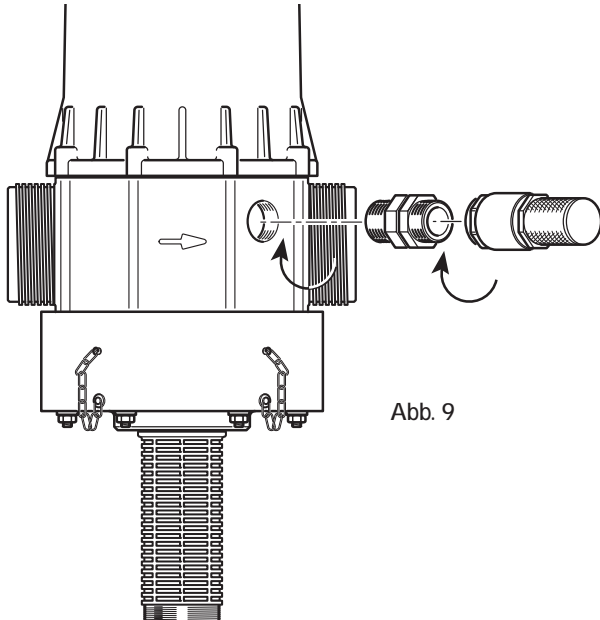

Abb. 9
- Im Falle einer eventuellen Drucksenkung* stellt sie automatisch den atmosphärischen Druck in der Anlage wieder her (Abb. 9). Ihre Benutzung unterliegt den im jeweiligen Land gültigen Vorschriften für das Gesundheitswesen.